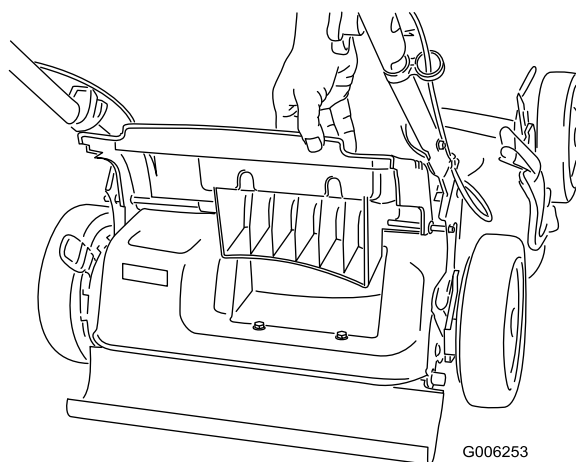

Figura 15
1. Levante y sujete la puerta trasera (Figura 15).